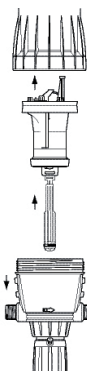

Fig. 17
- Extraer el conjunto pistón motor (Fig. 17) tirando hacia arriba.